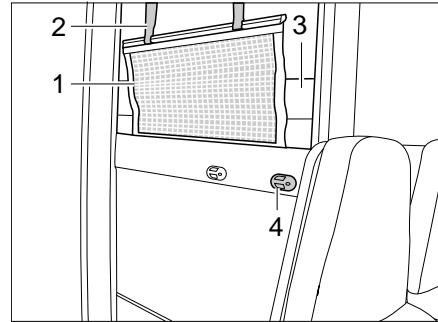

Bild 101 Etagenbett (Seite)
- Matratze (Bild 101,3) von oberem Bett nehmen und auf unteres Bett legen.
- Die Aufstiegsleiter mit den Holmen in die Halterung (Bild 101,4) an der Blende einhängen.
Das Sicherungsnetz (Bild 101,1) ist serienmäßig zwischen Matratze und Lattenrost verstaut. Das Sicherungsnetz erst aufspannen, wenn sich die Personen bereits im Bett befinden.
- Die Haltebänder (Bild 101,2) in die Halterungen an der Decke einrasten.